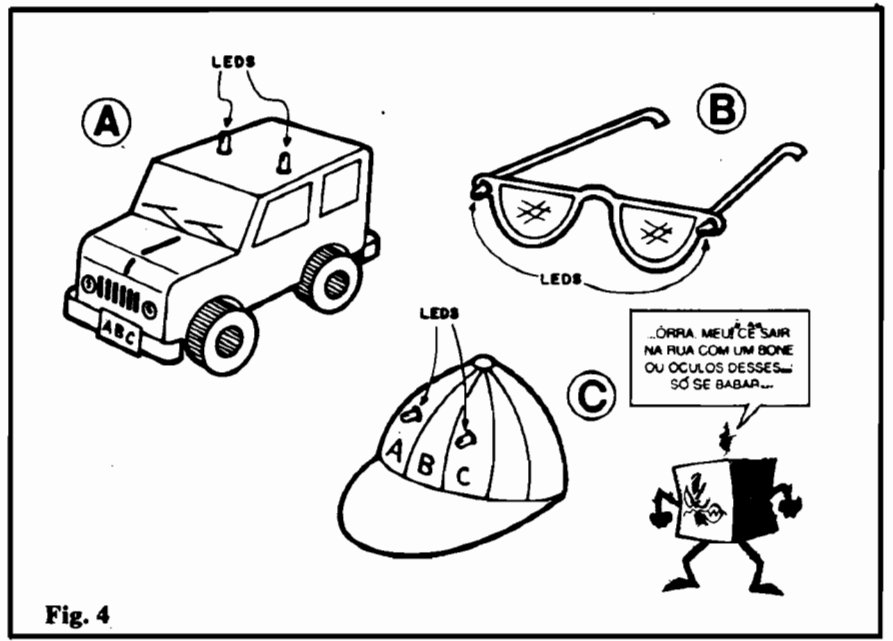

Fig. 4
- FIG. 4 - Sugestões para instalação ou utilização do PISCA-PISCA ALTERNADO BICOLOR. Com um mínimo de bom senso e atenção nas ligações, tanto as pilhas quanto os próprios LEDs poderão situar-se fisicamente longe da barra com o circuito (basta fazer a conexão com fios finos e longos, isolados, cuidadosamente identificados quanto às suas polaridades e funções...). A figura dá algumas idéias (o Leitor/Aluno, colocando os neurônios em ação, encontrará "um monte" de possibilidades interessantes...):
- 4-C - Sugestões parecida com a da fig. 4-B. Os LEDs podem ser instalados na parte frontal, superior ou pala de um boné ou chapéu. Circuito e pilhas podem ficar tanto dentro do próprio boné (condição básica: boné grande e...